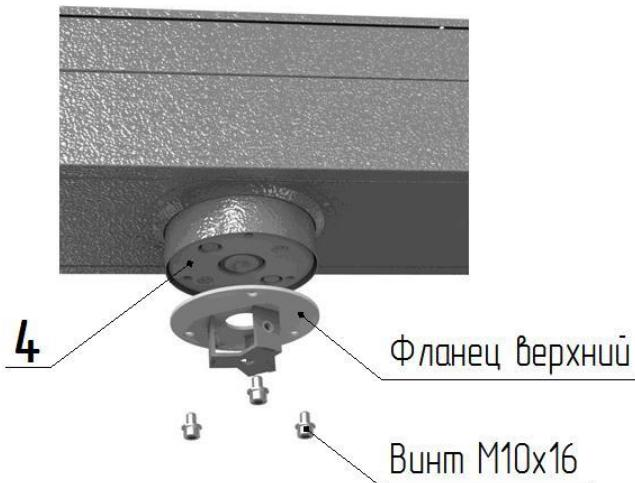

Рис. 4
2. Сборка центральной стойки (рис. 4, 5):
– установите на диск муфты привода 4 (рис.4) верхний фланец центральной стойки и закрепите винтами M10x16, нижний фланец прикрепите к фланцу вала напольной плиты 7 винтами M8x16, в первую очередь установите на посадочные плоскости фланцев лопасть с внутренними кронштейнами (рис.5), расположение "верх" указано маркировкой и закрепите винтами M8 (не затягивая их);